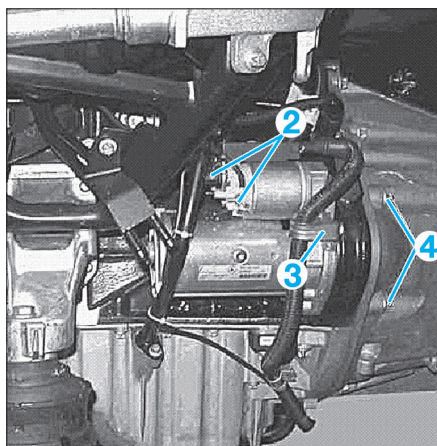

FIG. 3
- Dévisser et débrancher les cosses (2) (Fig.3).